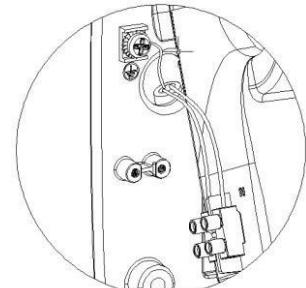

Bild Nr. 8
2. Anschluss- und Erdkabel (3 Kabel 14 AWG/105°C) durch die vorgesehene Kabeldurchführung in der Grundplatte ( $\varnothing$  22 mm bzw.  $\varnothing$  0,87") anschließen, wie in Bild Nr. 8 dargestellt.
4. Die beiden Phasen (N und L) an der Klemme und das Erdkabel an der dafür vorgesehenen Erdungsschraube (Klasse I) anschließen, wie in Bild Nr. 8 dargestellt.